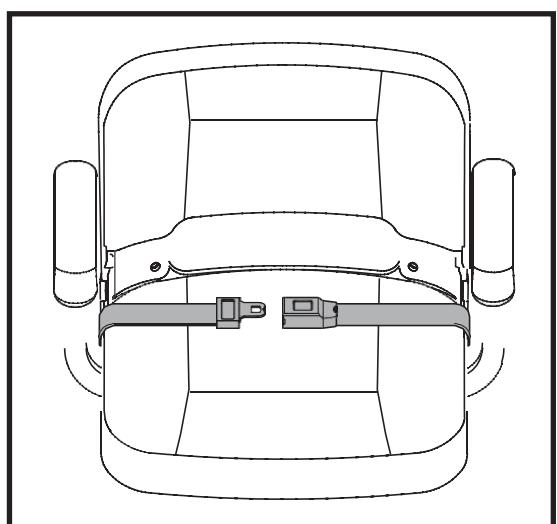

Abbildung 29. Metal-Gurtschloss
Ihr Reisemobil kann mit einem Sicherungsgurt ausgestattet sein, der auf den Nutzer eingestellt werden kann. Siehe Abbildung 29 oder 30. Der Sicherungsgurt soll den Fahrer so unterstützen, dass dieser nicht nach vorn oder vom Sitz herunterrutscht. Der Sicherungsgurt ist nicht zur Verwendung als Rückhaltevorrichtung vorgesehen.
1. Führen Sie die Metallscheide auf der rechten Seite des Gurtes in das Kunststoffgehäuse des gegenüberliegenden Gurtes ein, bis Sie ein "Klicken" hören. Siehe Abbildung 29.